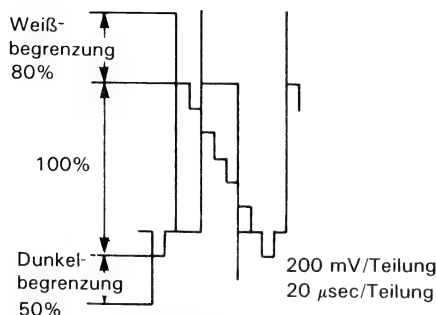

Abbildung 2-7.
3. Während der Ausgang am TP201 verfolgt wird, den R224 (Dunkelbegrenzungsregler) so einstellen, daß die Dunkelbegrenzung  $50 \pm 4\%$  übersteigt. (Siehe Abb. 2-7.)